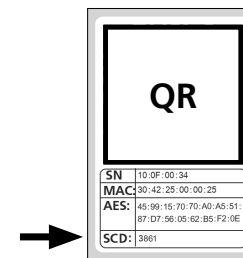

Fig. 8
**Atención:** Con el juego se adjuntan dos adhesivos con códigos QR para el cilindro y el teclado. Podrá identificar el código QR necesario para el teclado junto al código de seguridad, en la parte inferior del adhesivo, indicado como «SCD» («Adhesivo con el código QR del teclado» en la Fig. 8).